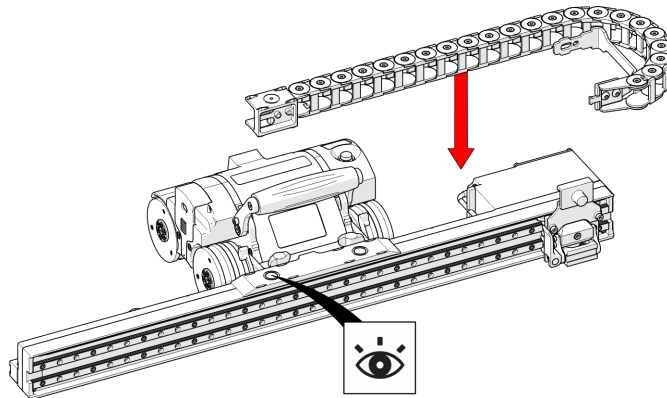

Abbildung 2-27 Anbringen des Kabelträgers
1. Befestigen Sie das Magnetende des Kabelträgers am Magnetsockel des Rasterarms. Achten Sie darauf, dass die vier Einkerbungen mit den Kerben auf der Magneseite übereinstimmen (siehe Abbildung 2-27 auf Seite 67).